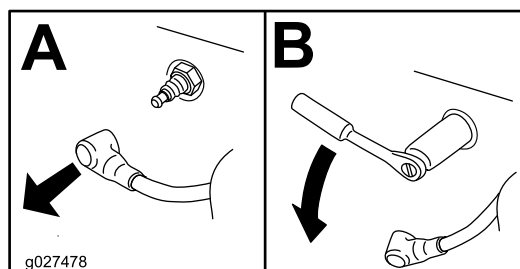

Figure 35
- Déposez la bougie (Figure 35).